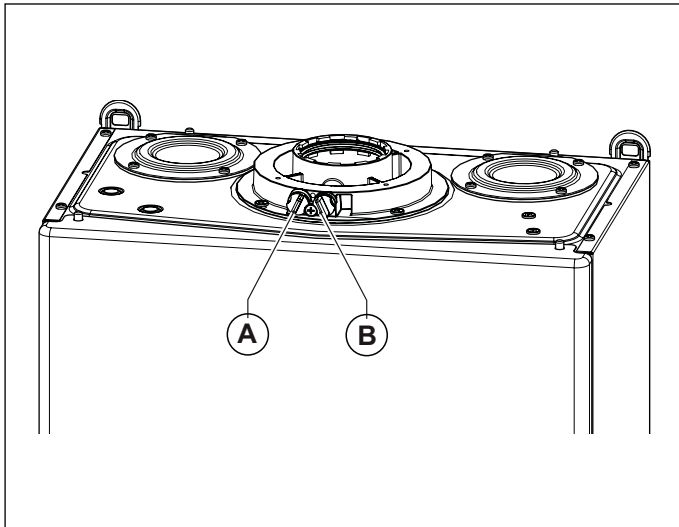
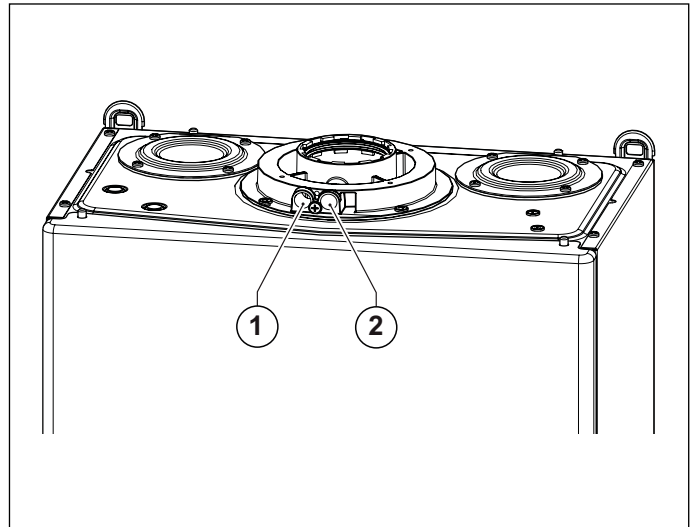

Fig. 17 Posición tapones
Fig. 18 Posición orificios
La caldera cuenta con una torre para la conexión de la tubería de aspiración del aire/evacuación de humos (ver Fig. 17 Posición tapones y Fig. 18 Posición orificios).
En la torre han sido preparados orificios para el acceso directo del aire de combustión y a la evacuación de los humos (ver Fig. 18 Posición orificios).
Antes de efectuar las mediciones quitar los tapones **A** y **B** de los orificios preparados sobre la torre (ver Fig. 17 Posición tapones).
- medida del aire comburente tomada en el agujero específico **1** (ver Fig. 18 Posición orificios).
- medición de la temperatura de los humos y del CO₂ tomada en el orificio **2** (ver Fig. 18 Posición orificios).